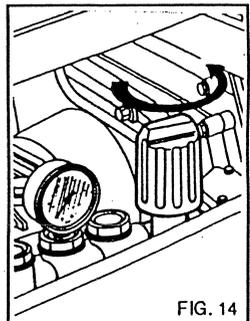

FIG. 14
5) Para regular la presión del chorro actuar sobre el regulador de presión (fig. 14).